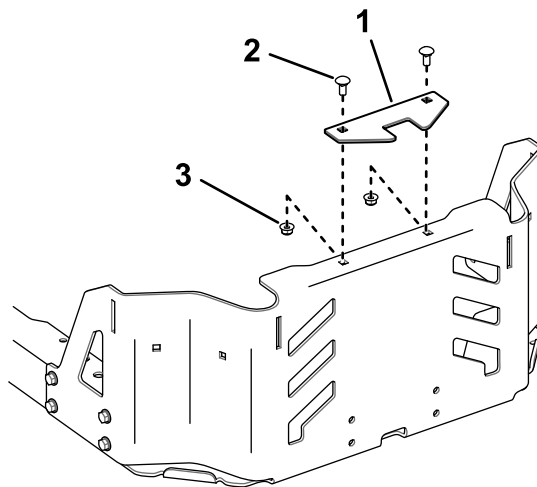

Figura 6
1. Instale el soporte del estabilizador en el protector del motor usando dos pernos de cuello cuadrado (5/16" x 3/4") y 2 contratuercas (5/16"), según se muestra en Figura 6.